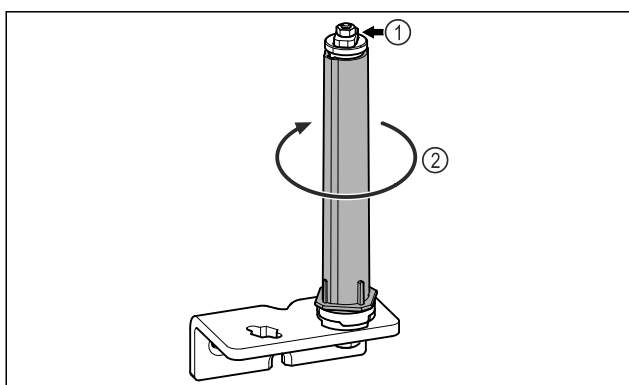

Fig. 18
- ▶ Μην αποσυναρμολογείτε το σύστημα κλεισίματος πόρτας Fig. 18 (1).
- ▶ Περιστρέψτε το σύστημα κλεισίματος Fig. 18 (2), μέχρι να κάνει κλικ.